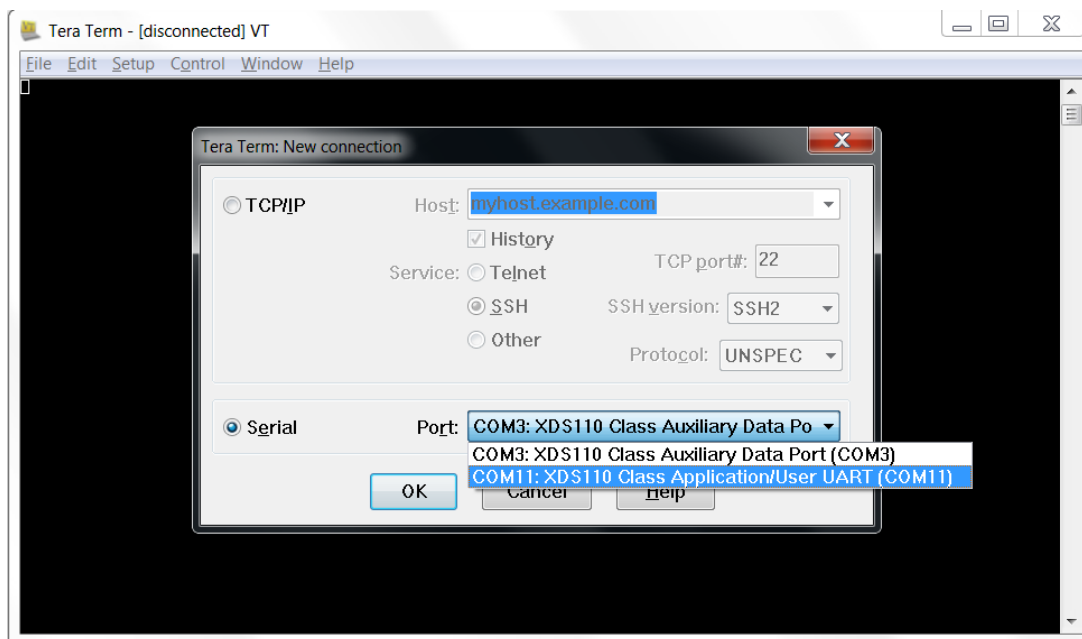

图 2. Tera Term 新连接 (New Connection) 窗口
3. 选择显示为 XDS110 类应用程序/用户 UART (XDS110 Class Application/User UART) 的串行端口（见图 2）。